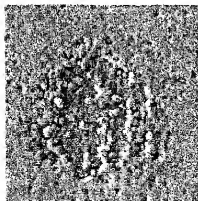

FIG.1
- evitare il contatto diretto del BARC+resist con il BPSG, anche in caso di prolungato stazionamento dei wafer con BARC+resist deposto e prima della loro lavorazione. In tale modo si evita la formazione di una difettosità' dello strato di BPSG, denominata 'corrosione' che rende impossibile la definizione dei contatti e provoca quindi una perdita di resa durante il testing del dispositivo (Fig.1).